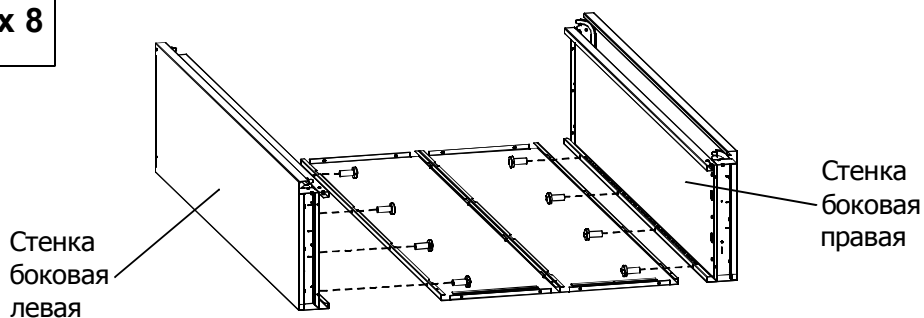

Рис. 2.1
2. Присоедините боковые стенки согласно рис. 2.1